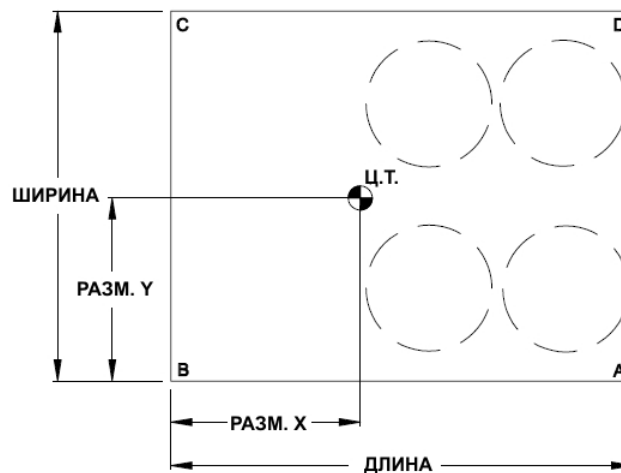
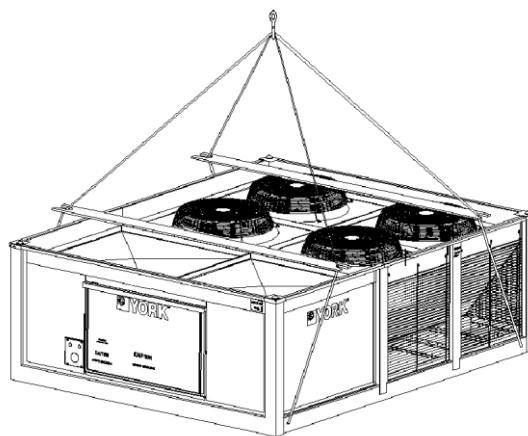

РИСУНОК 1 - ВЕС ПО КРАЯМ АГРЕГАТА И ЦЕНТР ТЯЖЕСТИ
РИСУНОК 2 - СТАНДАРТНАЯ СХЕМА СТРОПОВКИ
Для установки каждого агрегата необходимо использовать минимум 2 (две) балки. Балки должны укладываться следующим образом: (1) перпендикулярно кровельным лагам, (2) балки должны выходить за габариты агрегата, чтобы распределить его вес на большую площадь, (3) балки должны выдерживать концентрированные нагрузки по углам агрегата (см. Рис. 1).
При подготовке к подъему агрегата обязательно определите расположение его центра тяжести (см. Таблицу 3 и Рис. 1), чтобы равномерно распределить его вес. Стропы, закрепляемые на стороне компрессора, обычно должны быть более короткими, чтобы при подъеме агрегат сохранял горизонтальное положение (см. Рис. 2).